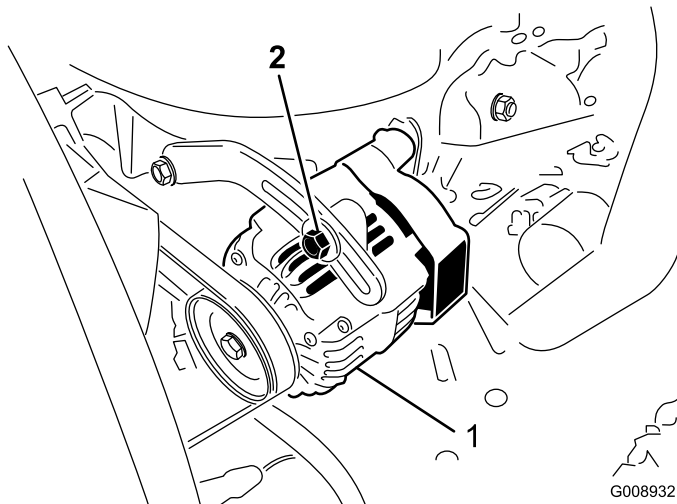

Bild 49
2. Lockern Sie bei einer Durchbiegung von mehr oder weniger als 10 mm die Befestigungsschrauben der Lichtmaschine (Bild 49).